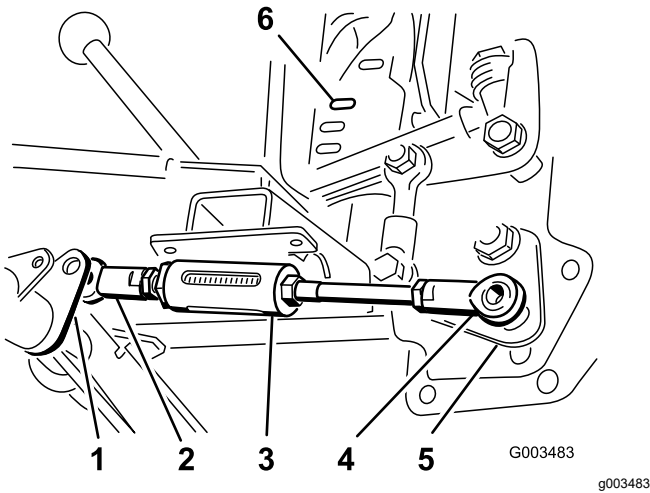

图 7
1. 将可调杆总成短端的球窝接头放置在枢轴管上可调杆的右侧图 7。
3. 将球窝接头放置在可调杆总成长端升降手柄总成底部的螺柱上并用锁紧螺母 $\frac{1}{2}$ 英寸松散地固定图 7。